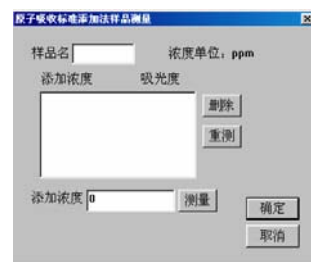

图 21
(2) 单击工具栏中“▶”（开始测量）如图 21 提示。输入样品名，添加浓度，单击【测量】后，采集电位。添加一次标液，采集一次电位，添加几次后单击【确定】，自动画出曲线，计算出结果。